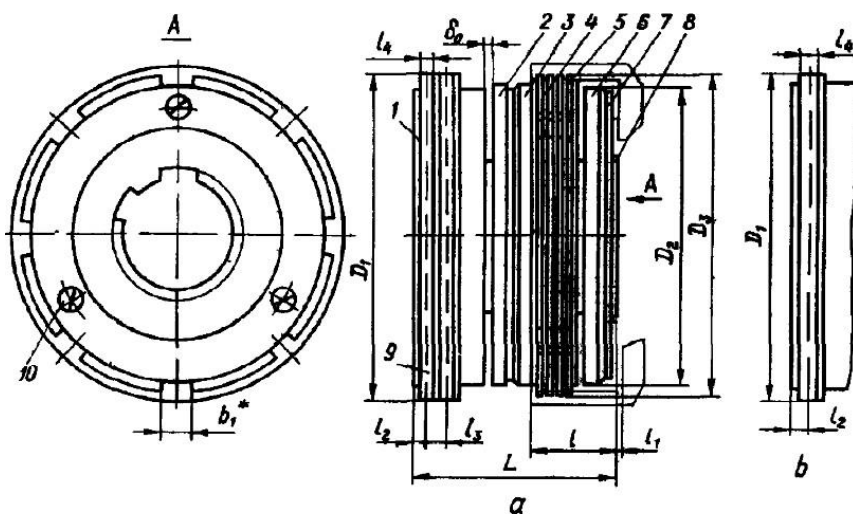

Рис.1. Муфты контактные:
I — см. рис. 1; II — см. рис. 2.
- ☑ отвинтите три винта 10 (рис. 1), крепящие фиксатор 7;
- ☑ наденьте на втулку 8 новые диски в последовательности, указанной на рис. 1 (крайними с обеих сторон пакета должны быть внутренние диски).